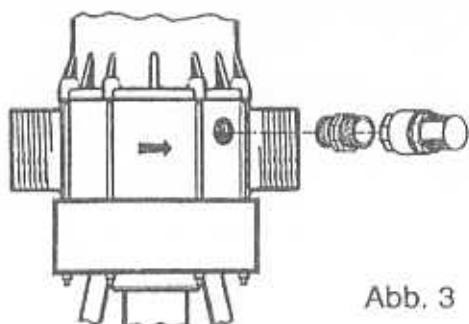

Abb. 3
- Das Ganze an den Dosierer schrauben (Abb. 3)